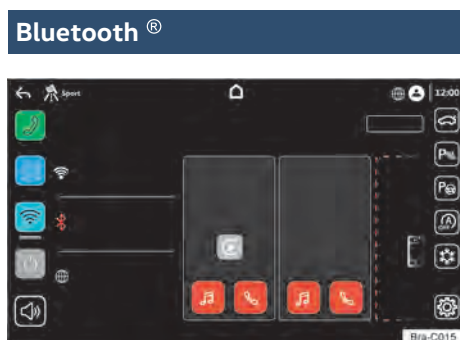

Fig. 121 Conectar via Bluetooth.
- Dependendo da versão do rádio, é possível conectar 2 dispositivos simultaneamente. Para estabelecer qual a função do dispositivo, selecionar o botão telefone  para utilizar as funções de telefone e selecionar o botão mídia  para utilizar as funções de mídia → Fig. 121.